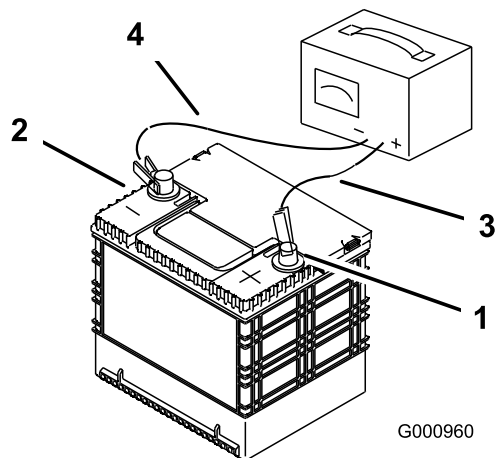

Figura 49
2. Cuando la batería esté completamente cargada, desconecte el cargador de la toma de electricidad, luego desconecte los cables del cargador de los bornes de la batería (Figura 49).